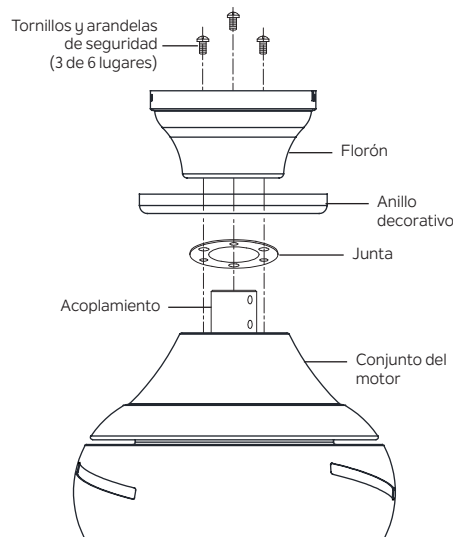

Figura 10B
Paso 4. Retire tres de los seis tornillos y las arandelas de seguridad (uno sí y uno no) de la parte superior del conjunto del motor (**Figura 10B**). Conserve los tornillos y las arandelas de seguridad.
Paso 5. Coloque la junta, luego el anillo decorativo y luego el florón sobre el acoplamiento en la parte superior del conjunto del motor. Alinee los orificios del florón y la junta con los orificios en la parte superior del ensamble del motor y ajuste la junta y el florón al ensamble del motor con los tornillos y las arandelas de seguridad que se retiraron en el **paso 4**. (**Figura 10B**).
Paso 6. Apriete los tornillos firmemente (**Figura 10B**).